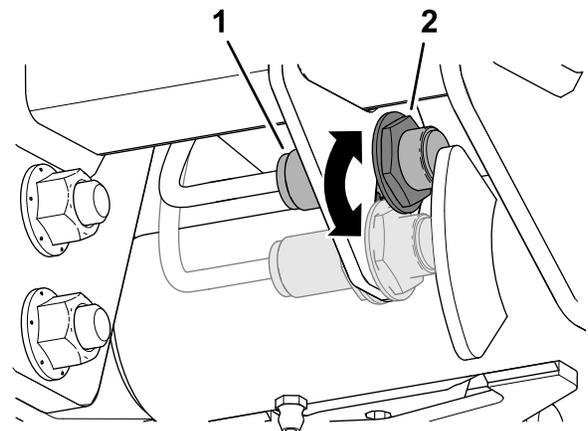

Figura 93
3. Allentate il dado che fissa l'interruttore del braccio di sollevamento alla piastra dell'interruttore (Figura 93).